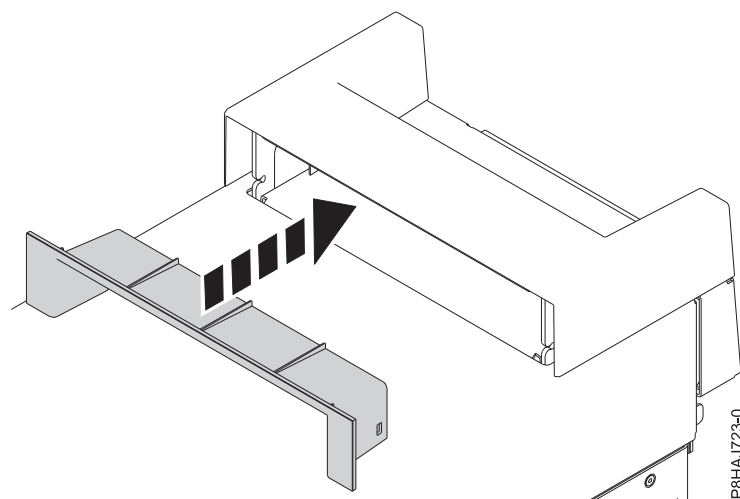

Figura 180. Inserció de la peça de la tapa de nansa en un sistema autònom 8286-41A
2. Inseriu la peça de la tapa de nansa empenyent-la amb força a la tapa de nansa, tal com es mostra a la Figura 180.